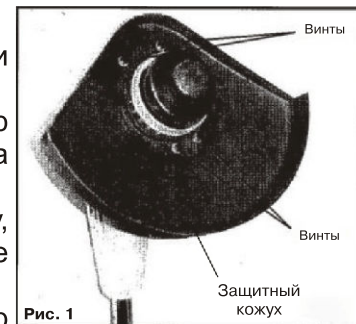

Рис. 1
4.2 Прикрутите защитный кожух четырьмя винтами как показано на Рис. 1.
Общий вид триммера представлен на (Рис. 1)